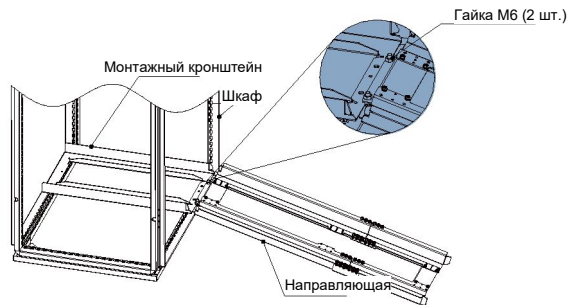

Рис. 1-12 Установка направляющих на шкаф
- б. Совместить два круглых отверстия на переднем крае направляющих с винтами монтажного кронштейна и зафиксировать двумя гайками М6 для установки направляющих на шкаф, как показано на рис. 1-12 на стр. 23.